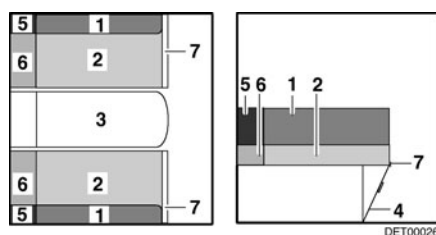

Fig. 87 Après l'agrandissement
- Rabattre la rallonge de la banquette (Fig. 87,7) vers le haut et enclencher avec le rabat (Fig. 87,4).
- Tirer le coussin de dossier (Fig. 87,1) et les coussins d'assise (Fig. 87,2) sur la rallonge de la banquette.
- Placer les coussins supplémentaires (Fig. 87,6) entre les coussins d'assise et la paroi extérieure.
- Placer les coussins supplémentaires (Fig. 87,5) entre les coussins de dossier et la paroi extérieure.